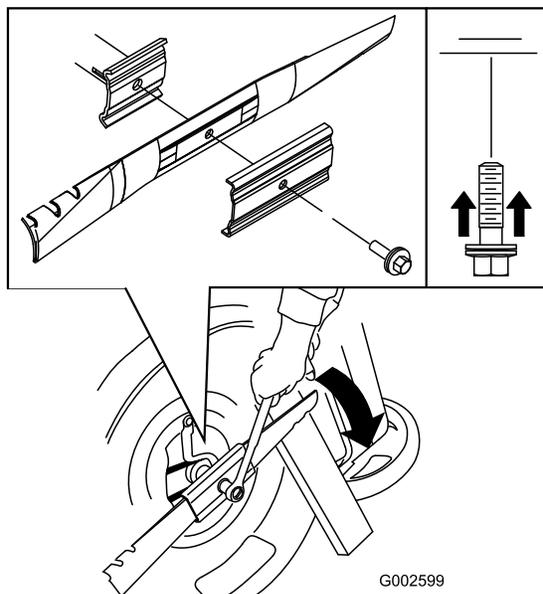

Figura 22
5. Instale la cuchilla nueva (gire el perno de la cuchilla en el sentido de las agujas del reloj) y todos los herrajes de montaje (Figura 22).